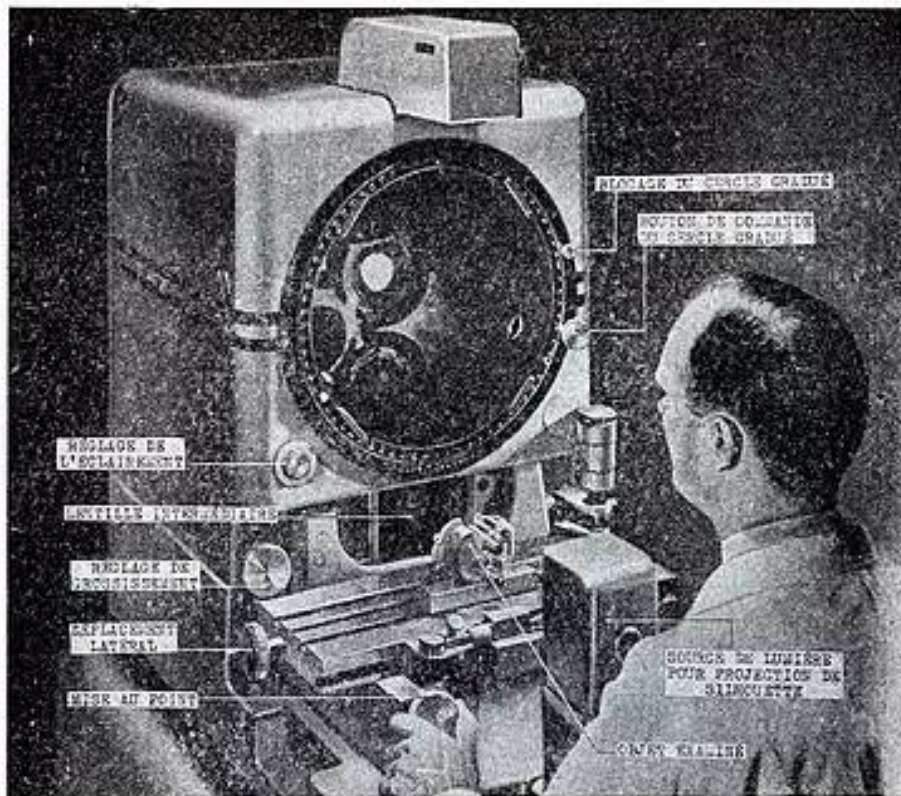

Fig. 1. — Ensemble d'un contrôleur américain de pièces mécaniques. (Appareil Kodak.)
- 2° Que le nombre de tours ou spires, d'un enroulement donné, dépend de plusieurs facteurs — section du fer, induction en Gauss, et fréquence du courant — mais que, pour une section utile de fer ou tôle de qualité courante de 1 décimètre carré (voir figure 1), on admet une induction de 10 000 Gauss et que, sous 50 périodes en fréquence, on peut compter sur 2,2 volts par spire ou tour de fil dans tous les cas (primaire ou secondaire).